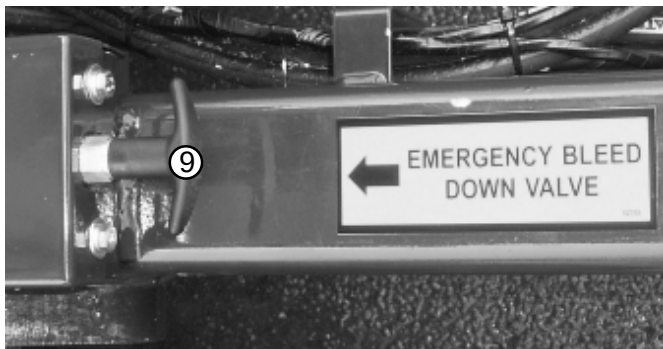

Fig. 9.6 - Manuell nödsänkning
6. Om plattformen inte går att sänka skall personen på marken använda den manuella nödsänkningen (9) (se fig. 9.6), placerad i framkant av chassit. För att sänka ned plattformen, drag i vajern (9) tills plattformen är helt nedsänkt.